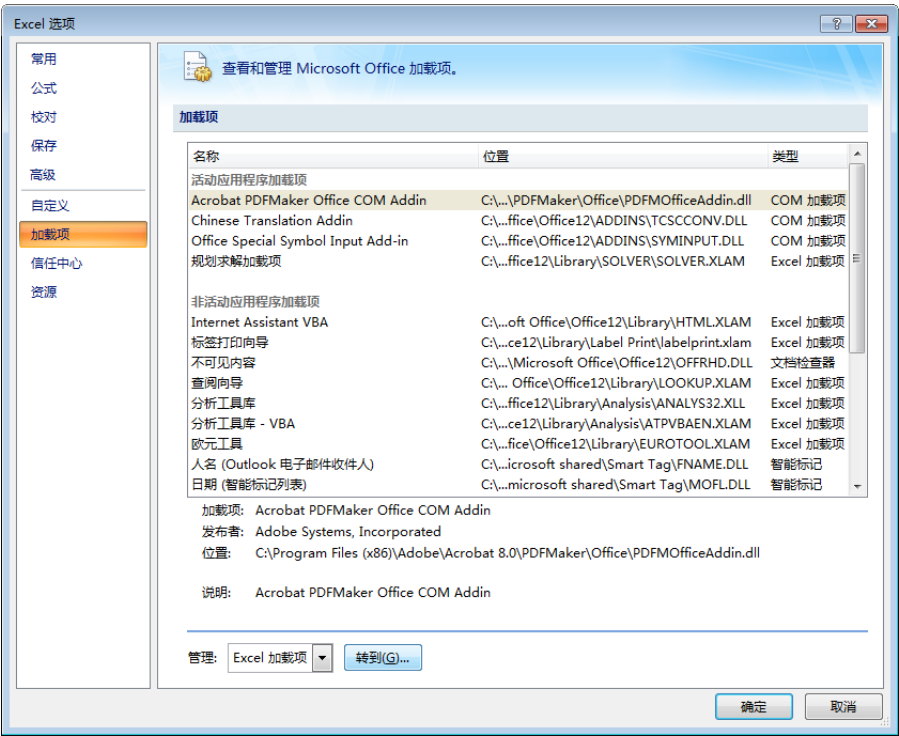

图 1-1 “Excel选项”对话框
- 2) 在弹出的“Excel选项”对话框（如图1-1所示）左边列表中，选择“加载项”。然后，单击对话框下部的“转到(G)...”按钮。